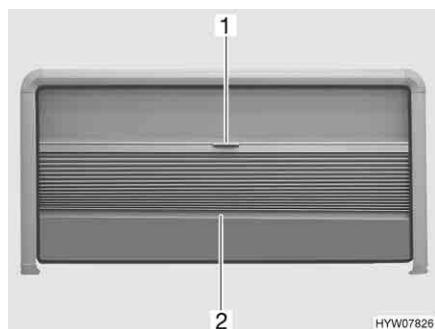

Bild 64 Överkantshängda fönster
- Ta tag i mitten på plisségardinens kantlist (Bild 64,2) och dra försiktigt ned den.
- Håll plisségardinens kantlist (Bild 64,2) i mitten och skjut upp plisségardinen försiktigt.
- Drag försiktigt ned insektsskyddet (Bild 64,1) i handtaget.
- Skjut upp insektsskyddet väldigt långsamt med plisségardinens kantlist (Bild 64,2).